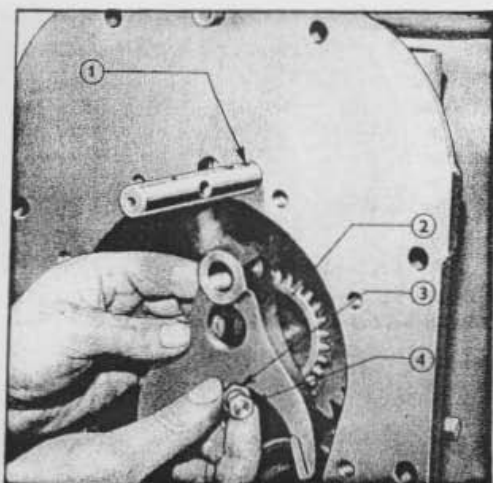

Fig. 23 = Repose du baladeur et de la fourchette de selecteur vitesses rapides/lentes
3. Placer la fourchette de sélecteur vitesses rapides/vitesses lentes dans le compartiment arrière de la boîte de vitesses. Le creux ménagé dans la fourchette et destiné à recevoir le levier de sélecteur doit regarder le côté gauche de la boîte de vitesses (voir Fig. 23). Monter le baladeur correspondant tout en enlevant la fourchette, puis introduire la vis de fixation de la fourchette sur le baladeur en prenant soin avant de serrer le contre-écrou, que la vis soit bien logée dans le creux prévu dans le baladeur.